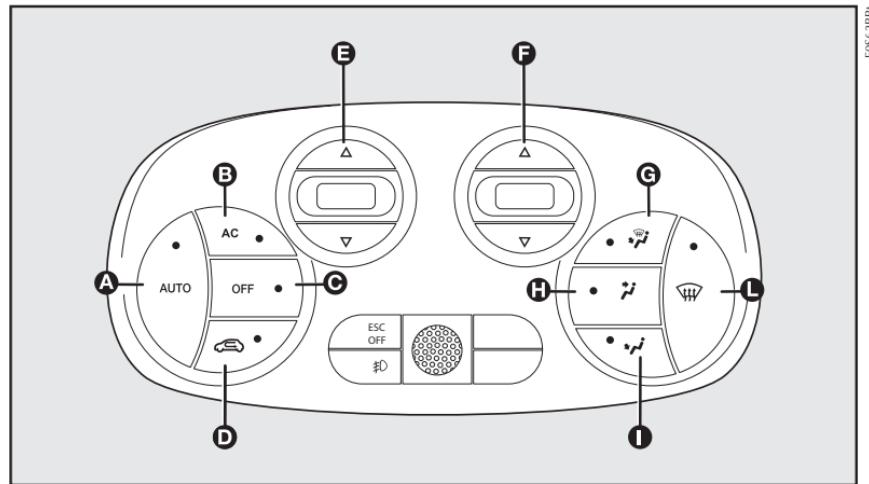

fig. 33
### **COMANDOS - fig. 33**
- todos los LEDs se apagan, excepto los botones **OFF** y **D-fig. 33**;